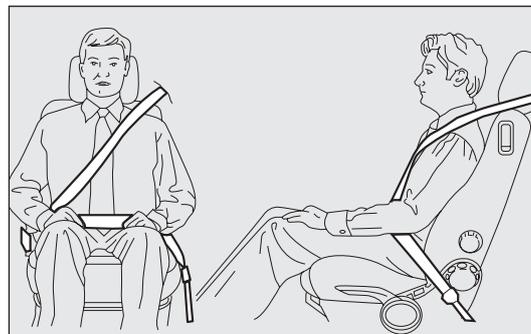

fig. 127
**Il nastro della cintura non deve essere attorcigliato. La parte superiore deve passare sulla spalla e attraversare diagonalmente il torace. La parte inferiore deve aderire al bacino fig. 127 e non all'addome del passeggero. Non utilizzare dispositivi (mollette, fermi, ecc.) che tengano le cinture non aderenti al corpo degli occupanti.**